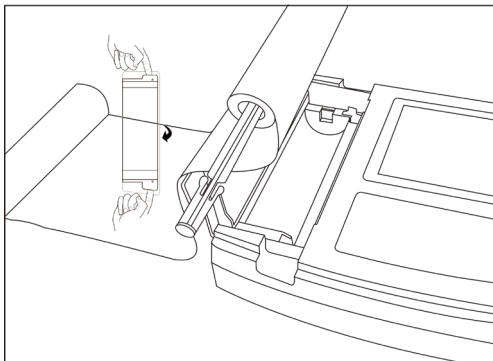

Figura 6-1 Montaje del papel de registro
1. Como se muestra en la Figura 6-1, utilizar ambas manos para levantar ambos lados de la tapa del compartimento del papel al mismo tiempo para abrirla. Saque el rodillo, insértelo en el rollo de papel como se muestra en la figura. El lado del papel con las rejillas debe estar orientado hacia abajo, y luego debe montarse en la posición adecuada en el compartimento de papel.